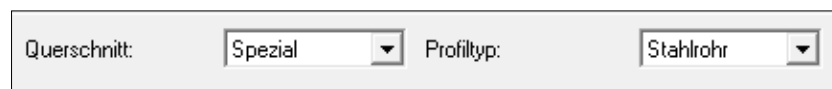

Abb. D 34
2. Wählen Sie die entsprechenden Einträge in den Auswahllisten *Querschnitt* und *Profiltyp* (Abb. D 34)